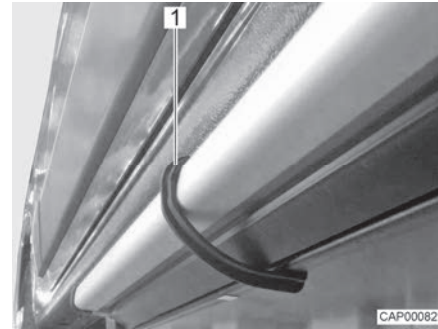

Fig. 5 Graffa di supporto (scalino di ingresso)
- Assicurare lo scalino di ingresso in modo che non possa scivolare fuori utilizzando le graffe di supporto (Fig. 5,1) fornite in dotazione.